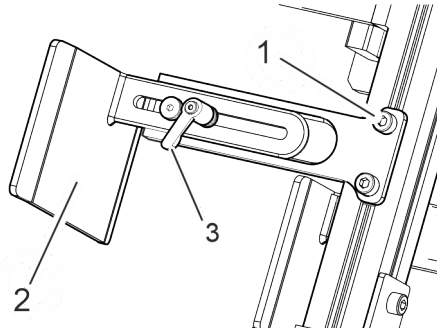

Abb. 25: Sturzbleche
1. ➤ Schrauben am Rahmen (Abb. 25/1) lösen.
2. ➤ Sturzbleche (Abb. 25/2) auf die Höhe des Flanschs der Schraubverbindung einstellen.
3. ➤ Schrauben am Rahmen (Abb. 25/1) mit 25 Nm festziehen.
4. ➤ Klemmhebel (Abb. 25/3) lösen.
5. ➤ Sturzblech (Abb. 25/2) so nah wie möglich an der Schraube platzieren.
6. ➤ Klemmhebel (Abb. 25/3) schließen.